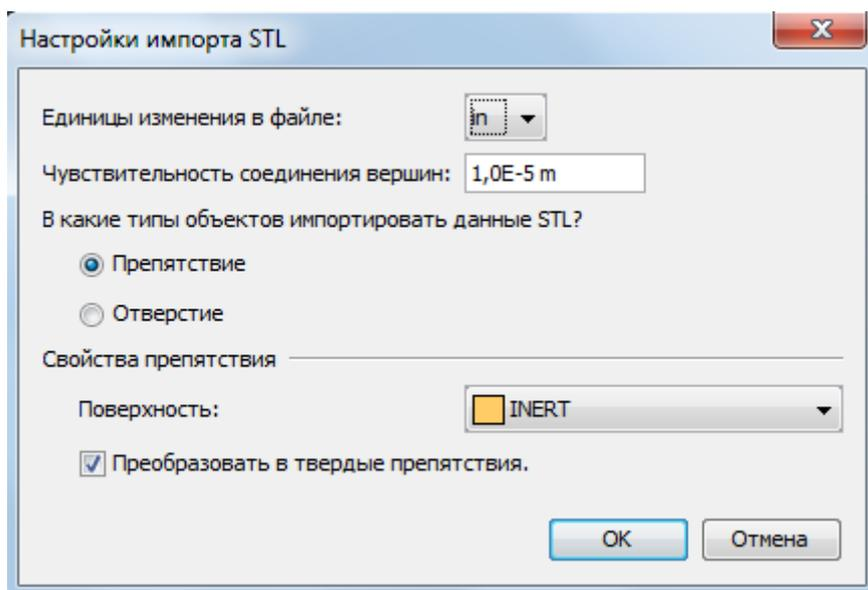

Рисунок 4-2 Параметры импорта STL
3. Задайте настройки импорта в окне «**Настройки импорта STL**», как показано на рисунке Рисунок 4-2.